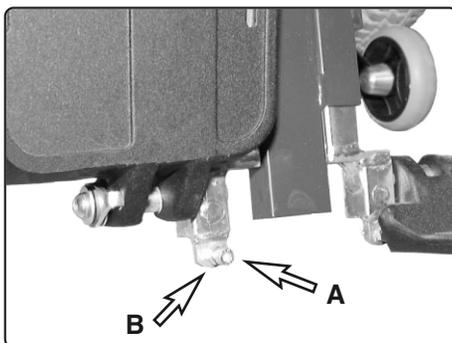

Abb. 32: Einstellung des Fußplattenwinkels
2. Stellen Sie den Fußplattenwinkel ein, indem Sie Schraube A herein- oder herausschrauben (Abb. 32).